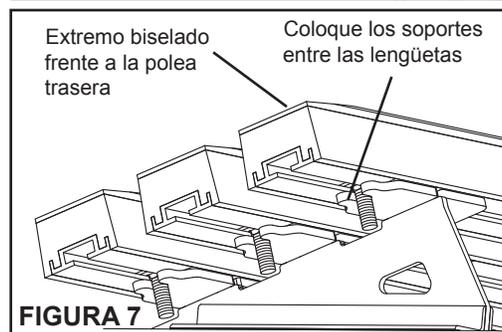

FIGURA 7
7. **Instale el ensamblaje de extensión en la “posición de servicio”**. Deslice el ensamblaje de extensión en las vigas transversales de canal con las lengüetas frente a la polea trasera (Figura 7). Deslícelo sobre el pasador soldado y retraiga para engranar. A esto se le llama la “posición de servicio”.
- 7. Instale la barra nueva (y soporte) en la cama.** Coloque la nueva barra de impacto (y soporte de la barra, si existe) encima de la cama con el extremo biselado frente a la polea trasera (Figura 7). Alinee los tornillos y apriete las barras a las vigas transversales.